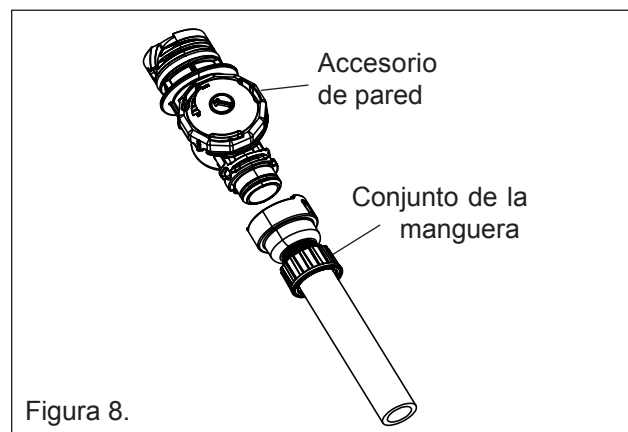

Figura 8.
1. Fije el conjunto de la manguera al accesorio de pared. Véase la **figura 8**. Luego fije el accesorio de pared (con la manguera) al adaptador de pared. Véase la **Figura 8**. Tome el extremo opuesta del conjunto de la manguera y camine hasta el punto más lejano de la piscina desde el adaptador de pared. **Para evitar el exceso de estiramiento de la manguera, la manguera descansar en la parte superior del agua de la piscina.** Mida la longitud de la manguera que sobra (manguera que se extiende más allá del borde de la piscina). Esto determina cuánto habrá que cortar de secciones dos y tres.